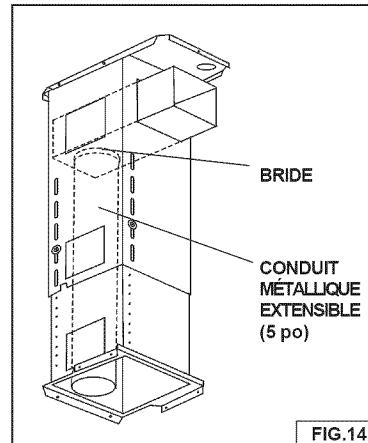

FIG.14
4. Monter le raccord de conduit d'un diamètre de 5 po sur le déflecteur. Tourner et verrouiller en place. Fig. 14.
5. Fixer le conduit métallique extensible de 5 po de diamètre sur le déflecteur. Une fois étiré, il doit être suffisamment long pour atteindre le fond de la structure de support. Fig. 14.